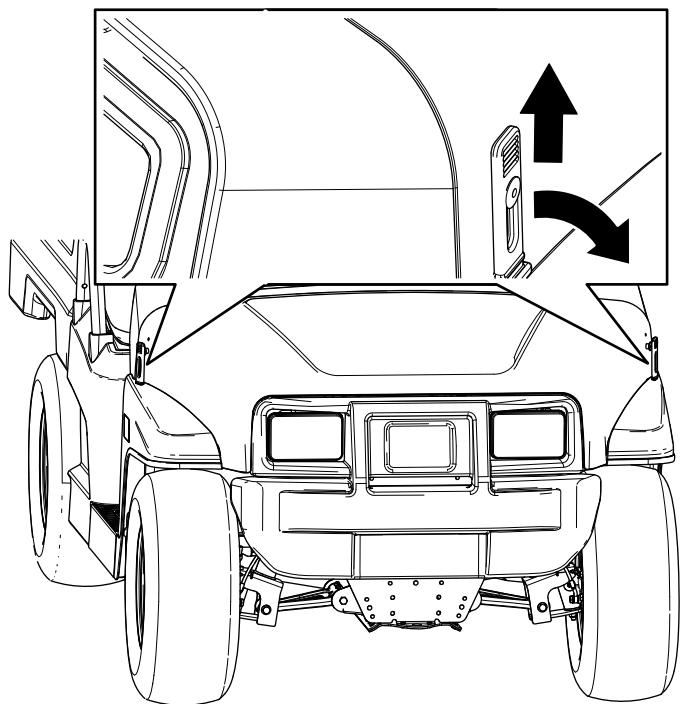

図24
1. フードの両側についているゴム製ラッチのハンドルを上げる(図24)。
2. フードの両側で、ラッチとラッチアンカーをそろえてラッチを掛ける(図24)。